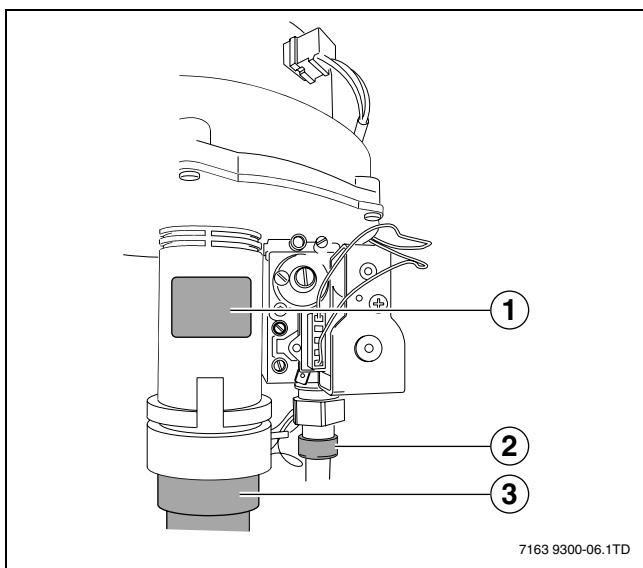

Fig. 6
- Posizionare i due adesivi compresi nella fornitura sulla caldaia (→ fig. 6, [1]).